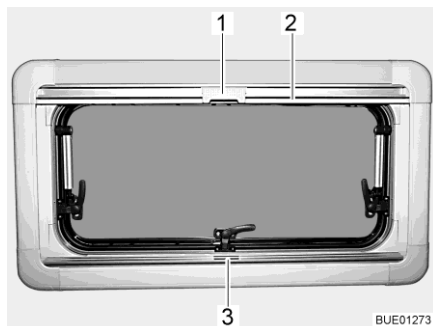
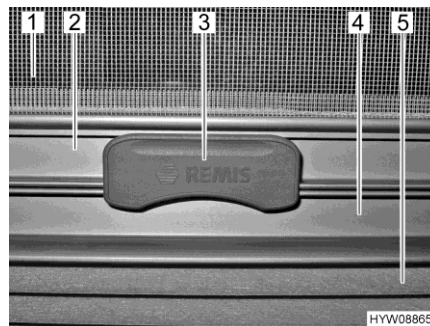

Fig. 20 Finestra apribile
Fig. 21 Aggancio
La tendina oscurante pieghevole (Fig. 21,5) è montata nella cassetta inferiore.
- Afferrare la tendina oscurante pieghevole per la parte centrale della barra di presa (Fig. 20,3 e Fig. 21,4), tirarla dal basso verso l'alto e rilasciarla nella posizione desiderata. La tendina oscurante pieghevole rimane in questa posizione.
La zanzariera a rullo (Fig. 21,1) è montata nella cassetta superiore.
- Tirare la zanzariera a rullo accompagnandola con la barra di presa (Fig. 20,2 e Fig. 21,2) verso il basso, fino a quando la barra di presa non arriva a contatto con la tendina oscurante pieghevole (Fig. 21,4).
- Bloccare l'aggancio (Fig. 20,1 e Fig. 21,3) della zanzariera a rullo nella barra di presa della tendina oscurante pieghevole. Se l'aggancio risulta bloccato, la tendina oscurante pieghevole e la zanzariera a rullo possono essere spostate insieme.
- Premere in alto l'aggancio (Fig. 21,3) sulla zanzariera a rullo.
- Ricondurre lentamente la zanzariera a rullo accompagnandola con la barra di presa (Fig. 20,2).